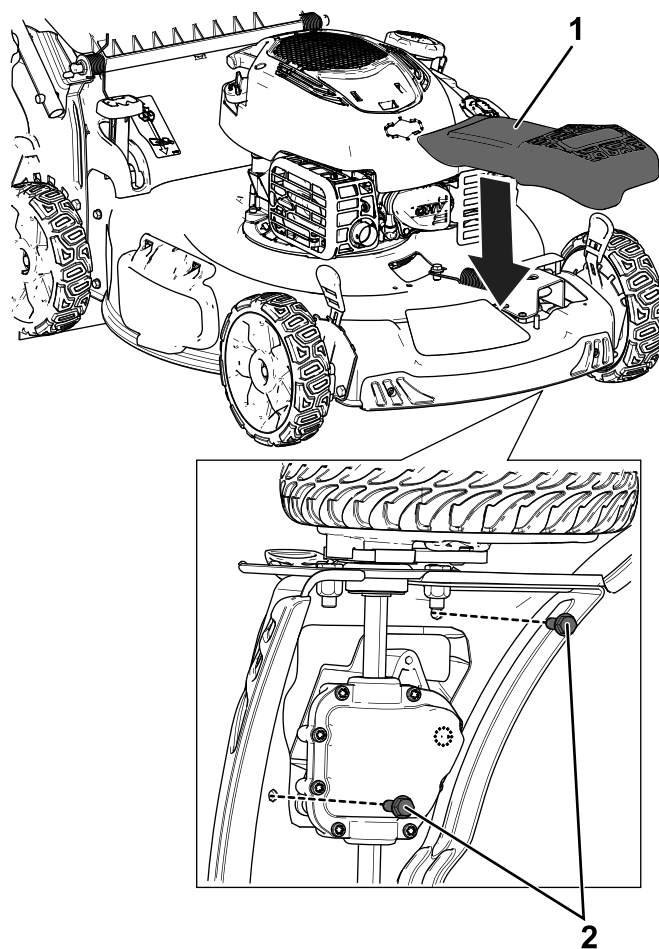

Figura 8
3. Instale el impulsor de la cuchilla y pase ambas correas alrededor de él, según se muestra en Figura 8.